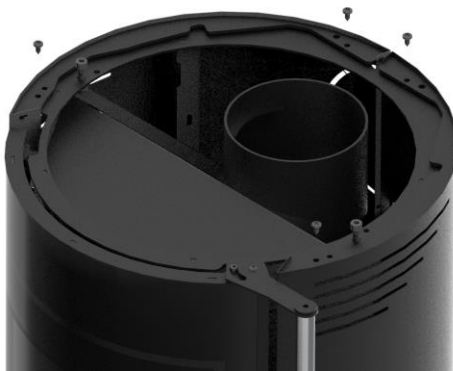

Figura 11 - Desmontagem das capas laterais no equipamento
- 2- Desapertar os parafusos na parte superior das capas, como mostra a Figura 11, de modo que as capas fiquem livres.